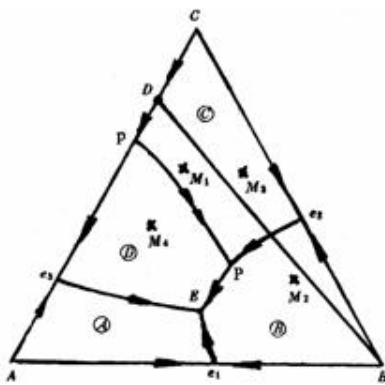

图6-13
6-25 根据图6-13三元系统相图：(1) 判断无变量点E、P的性质,并写出相平衡关系式；(2) 分析熔体M1、M2和M3的冷却析晶过程,并总结判断结晶产物和结晶结束点的规则；(3) 加热组成为M4的混合物,将于什么温度出现液相?在该温度下出现的最大液相量是多少?在什么温度下完全熔融?写出其加热过程相平衡表达式。